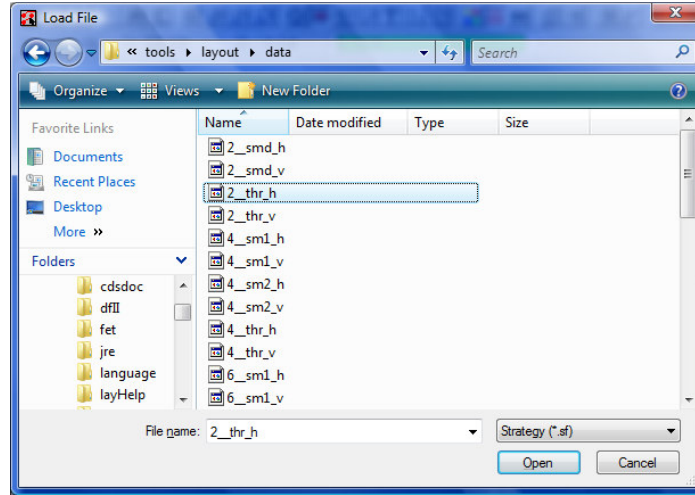

Fig. 24.
- Pentru încărcarea fișierului de strategie pentru rutare automată, alegeți «**File**» - «**Load**» și fișierul cu extensia **2_hr_v.sf** (fig. 24) din C:\OrCAD\OrCAD_10.3\tools\layout\data*.*.